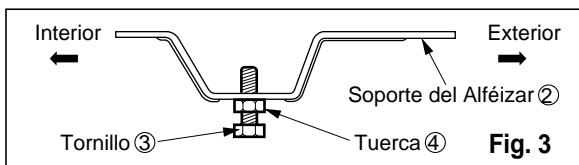

Fig. 3
3. Ligeramente ensamble el soporte del alféizar usando las partes de la fig. 3.